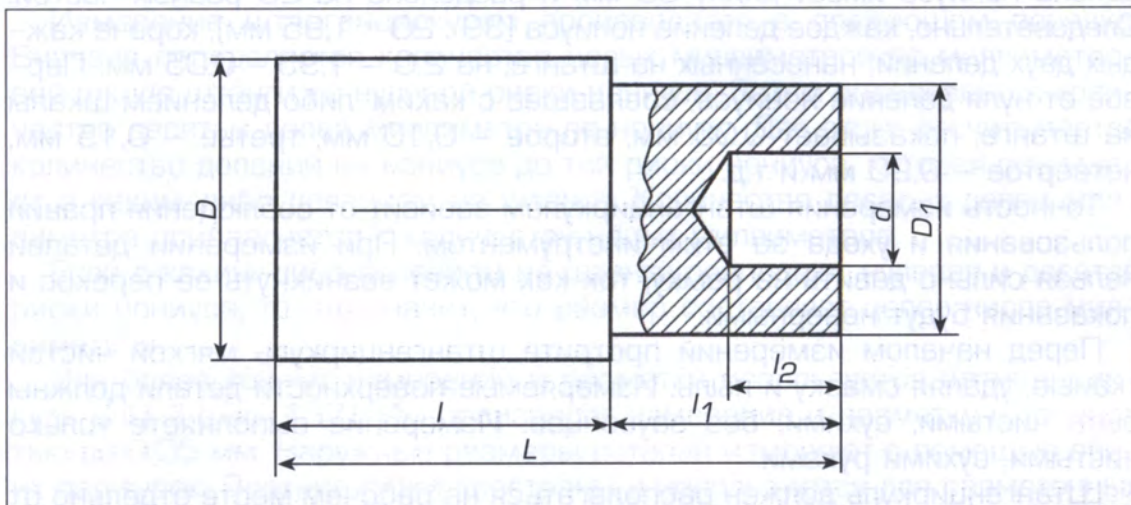

Рис. 138. Деталь для учебных измерений
3. Измерьте размеры детали на рис. 138 штангенциркулем и заполните таблицу.